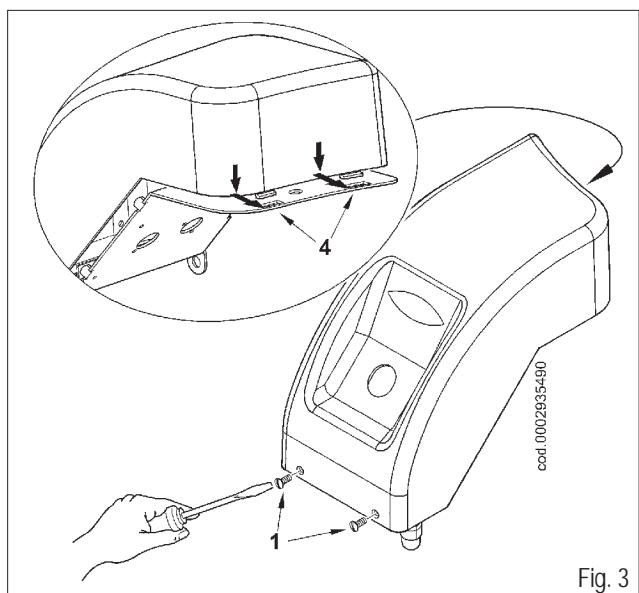

Fig. 3
- Refermer le couvercle en veillant à positionner correctement les deux crochets (4) dans les logements respectifs (fig. 3).